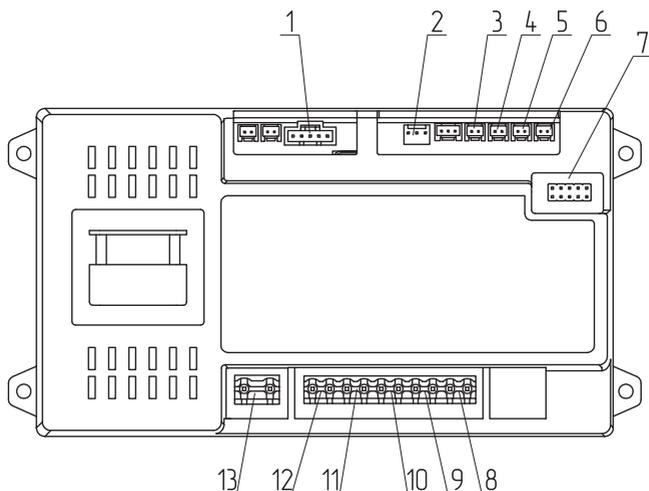

Рис.7 Подключение панели управления
- Схема подключения панели управления показана на **Рис.7**.